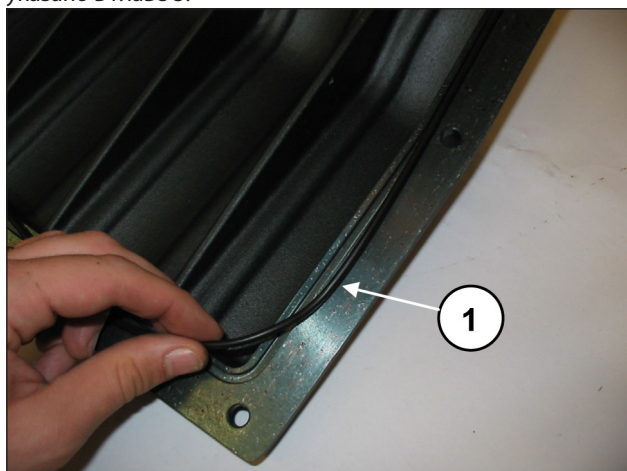
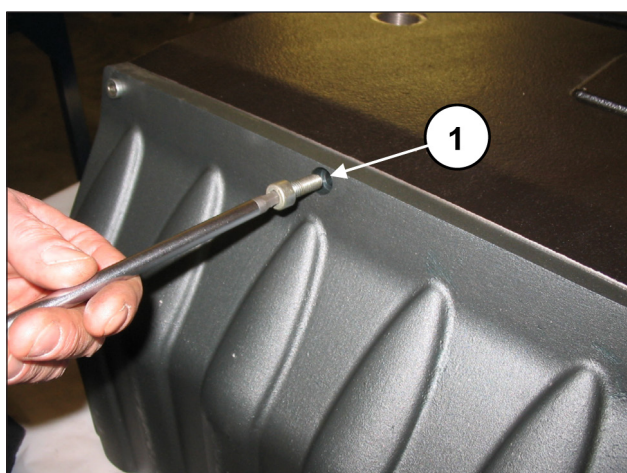

Рис. 91
Рис. 92
Вставьте уплотнительное кольцо в заднюю крышку (поз. ①, Рис. 91) и закрепите ее на картере с помощью 10 винтов М8х20 (поз. ①, Рис. 92). Откалибруйте винты динамометрическим ключом, как указано в главе 3.